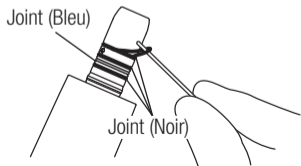

Figure 10.
Si un joint détérioré rend difficile la fixation de la pièce à main ou provoque une fuite d'eau ou d'air, remplacez le joint. À l'aide d'une aiguille ou d'un autre outil pointu, retirez les joints toriques défectueux de la section d'insertion du moteur et insérez de nouveaux joints toriques dans les rainures des joints (Figure 10.).
- Le joint torique bleu est plus fin que les trois joints noirs. Lors de l'insertion de nouveaux joints, vérifiez qu'ils sont insérés dans les rainures adéquates, comme montré à la Figure 10.